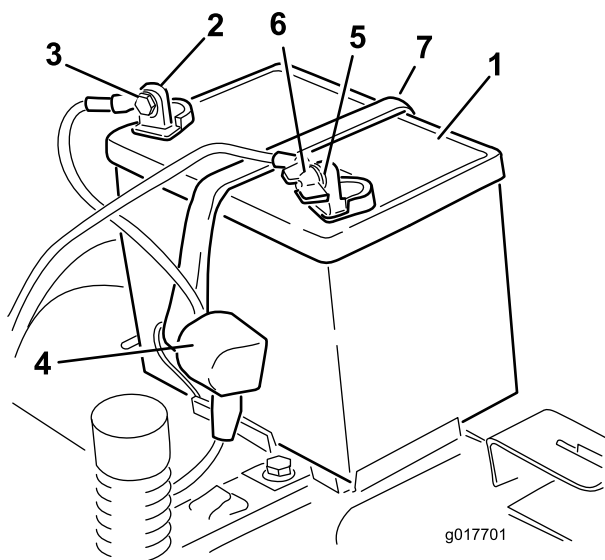

Figura 40
4. Desconecte el cable negativo de tierra (negro) del borne de la batería (Figura 40). Guarde todos los herrajes.
5. Deslice hacia arriba la cubierta de goma del cable positivo (rojo). Desconecte el cable positivo (rojo) del borne de la batería (Figura 40). Guarde todos los herrajes.
6. Retire la correa de sujeción de la batería (Figura 40) y levante la batería para retirarla de su bandeja.
1. Coloque la batería en la bandeja (Figura 40).
5. Fije la batería con la correa de sujeción (Figura 40).